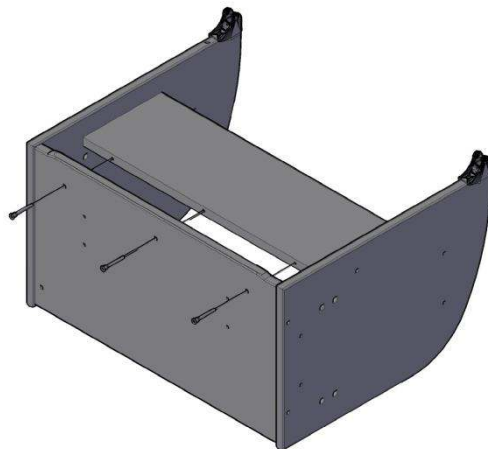

Рис. 2
4.1.2. К сборке по п. 4.1.1. прикрутить с помощью винтов конфирмат (поз. 1, пакет № 29 М) полку (поз. 4), см. рис. 2, рис. 2а.
Рис. 2а